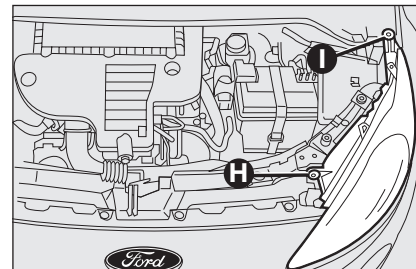

fig. 14
- abra o capot e desaperte os parafusos **H** e **I** localizados nos pontos indicados na **fig. 14**;